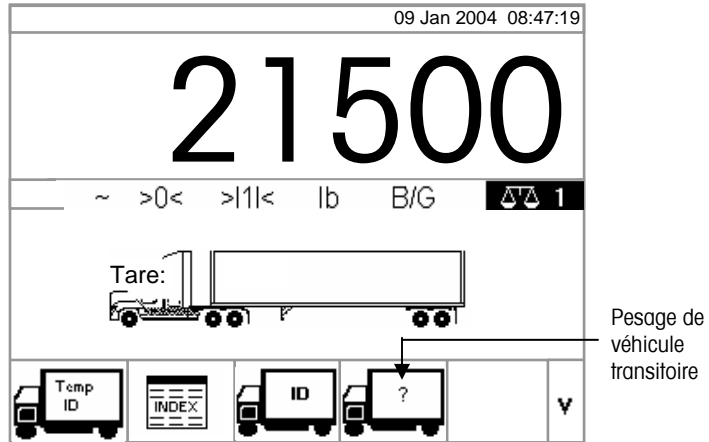

Figure 2-11: Écran de pesage par défaut
1. Le champ A1 est le centre d'intérêt (en surbrillance) lorsque l'écran s'affiche. Appuyez sur ENTRÉE pour accéder au champ A1. Les touches programmables et celles d'application deviennent des touches alphabétiques (voir Figure 2-11).